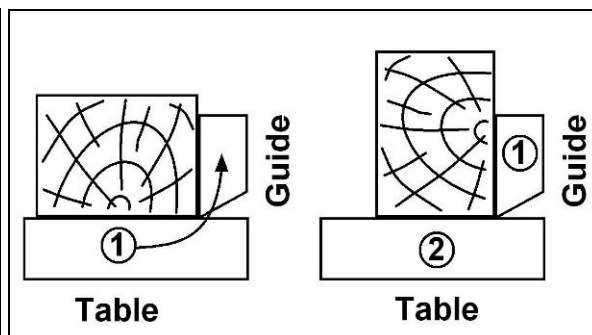

Fig 68
- Faites pivoter la pièce de bois à 90° de sorte que la surface de référence (1) déjà usinée se trouve contre le guide (Fig 68).
- Usinez la surface (2) de la même façon que la première: vous obtiendrez ainsi deux faces nettes et perpendiculaires.